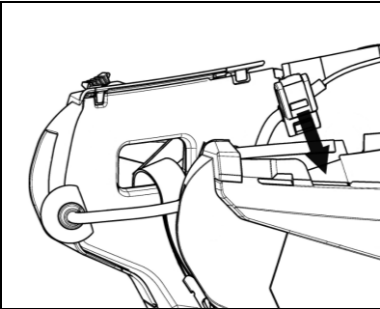

Fig. 8
- Rangez le câble à l'intérieur du casque et faites déclencher le clip de fixation droit dans le siège correspondant (Fig. 8).